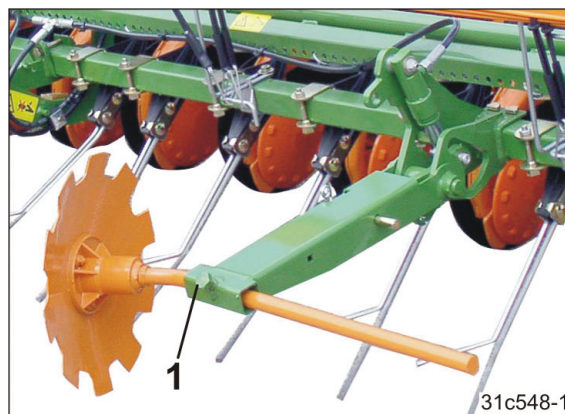

Fig. 212
6. Desfaceți șurubul (Fig. 212/1).
9. Strângeți șurubul (Fig. 212/1) fix.